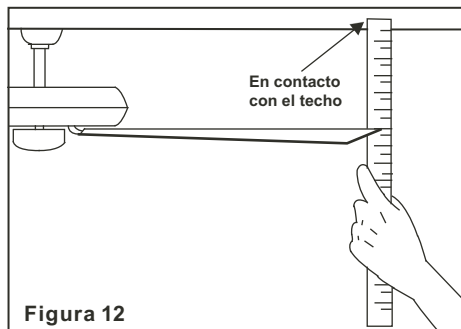

Figura 12
2. La mayoría de los problemas de oscilación se originan cuando los niveles de las aspas son desiguales. Revisar esté nivel por medio de seleccionar un punto del techo por encima de la punta de una de las aspas. Medir esta distancia como se muestra en la Figura 12. Rotar el ventilador hasta que la siguiente aspa esté ubicada para medición. procedimiento para cada aspa. Las medi repetir el das hacer fucional deben mantenerse dentro de 1/8 pulgadas (3mm).